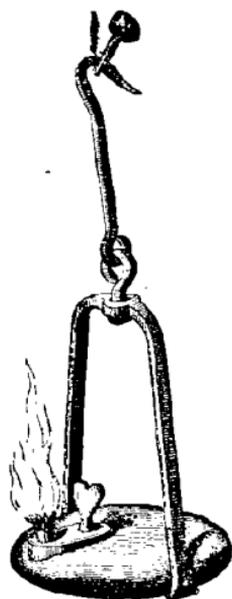

FIG. 25.
**Éclairage des mines.** — Les ouvriers, pour s'éclairer dans les mines, se servent de lampes de différents modèles, comme celles, par exemple, que représentent les figures 25 et 26.